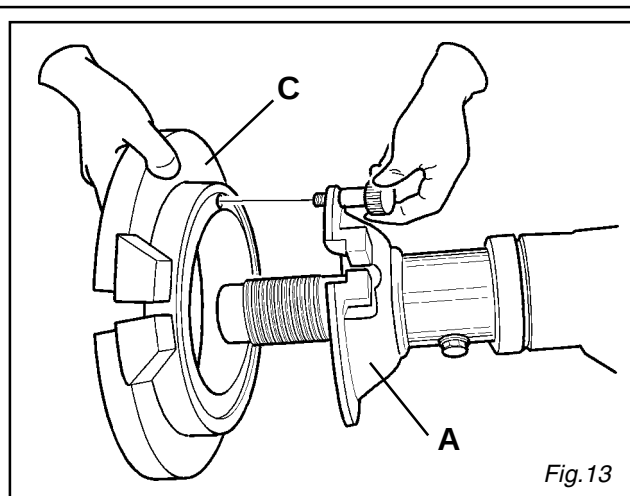
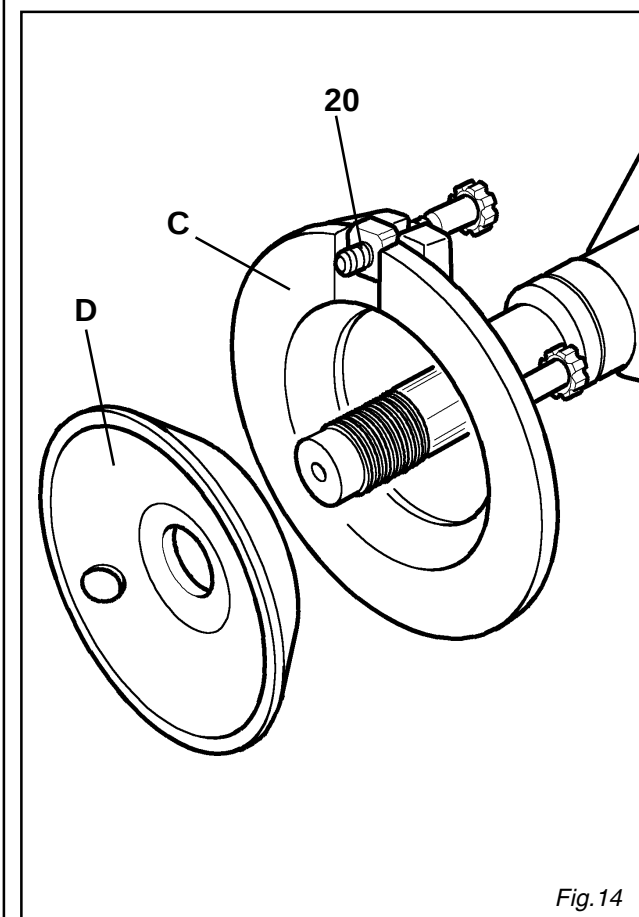

Fig. 13
Fig. 14
Per bloccare cerchi con queste caratteristiche occorre montare la flangia grande (C) come indicato in fig. 13 e usare il cono grande (D) (Fig. 14).
To lock these rims, mount big flange (C) as indicated in fig. 13 and use big cone (D) (Fig. 14)
Pour bloquer toute jante ayant ces caractéristiques, il faut monter la bride grande (C) comme indiqué en fig. 13 et utiliser le grand cône (D).(Fig. 14)